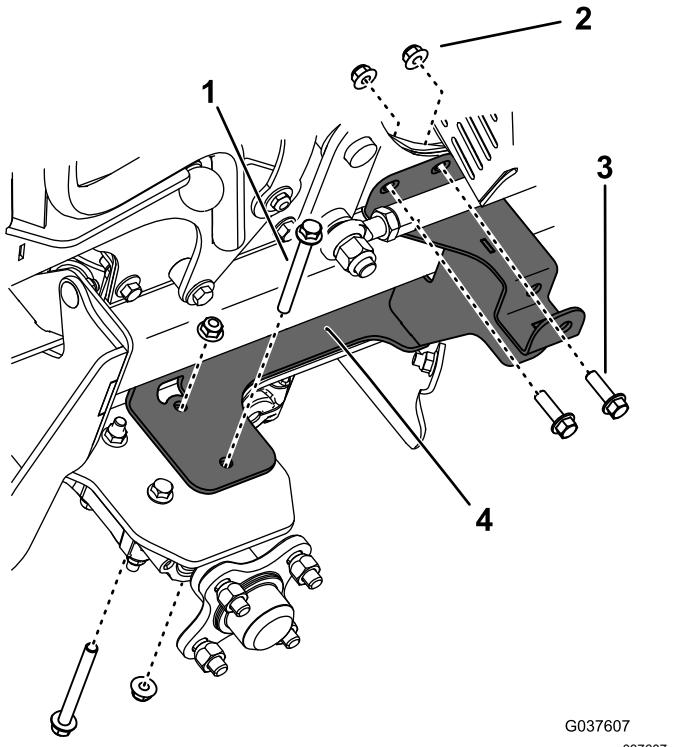

Figure 11
9. Retirez les 2 boulons et 2 écrous avant du support de montage droit et les 2 boulons et 2 écrous du panneau droit de la tour de commande (Figure 11).
10. Utilisez les boulons et les écrous que vous avez retirés à l'opération 9 pour fixer le support droit et le carénage de ventilateur au cadre (Figure 11). Serrez les boulons à un couple de 37 à 45 N·m.